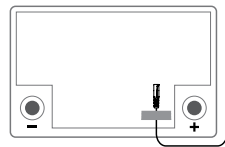

Abbildung 4
Der externe Temperatursensor passt die Ladespannung an die tatsächliche Temperatur der Zweitbatterie an. Die Ladespannung wird bei höherer Temperatur verringert und bei niedrigerer Temperatur erhöht. Der Temperatursensor soll nach Möglichkeit direkt an der Zweitbatterie oder so nahe an ihr wie möglich angebracht werden. (siehe Abbildung 4)
5. Den Temperatursensor mit Klebeband (siehe Abbildung 4) auf einer sauberen, flachen Oberfläche oberhalb der Zweitbatterie anschließen. Den Sensor so nahe wie möglich am Pluspol anbringen.